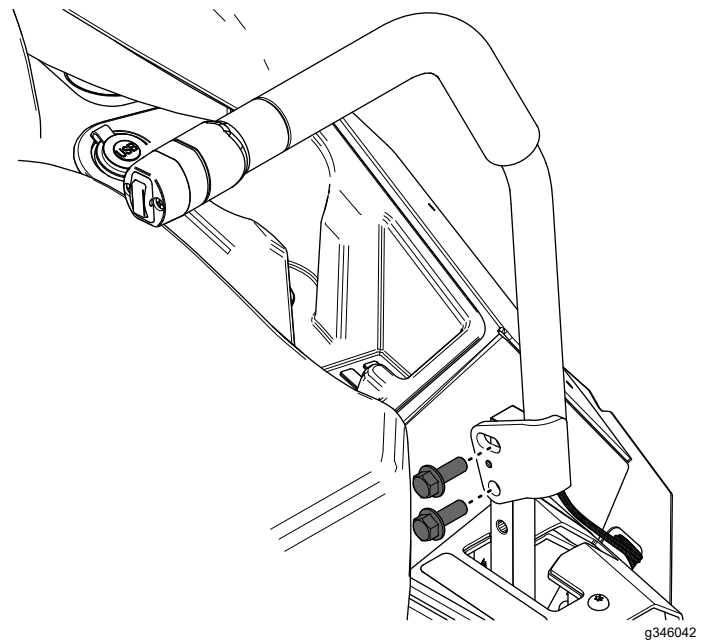

図 7
1. 図 7 のように、先ほど外したフランジヘッドボルト  $\frac{3}{8}$  x 1" 2本を使用して、新しい左側走行コントロールレバーを取り付ける。